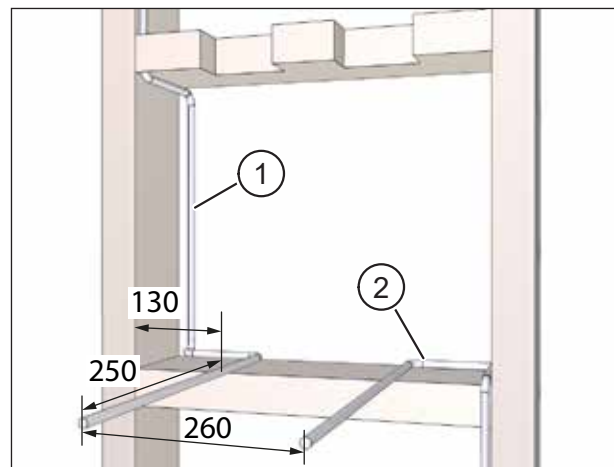

Abb. 46: Anschlusskabel verlegen, Maße in Millimeter
- ▶ Verlegen Sie das Netzkabel (Pos. 1 in Abb. 46) und ggf. das Steuerkabel (Pos. 2 in Abb. 46) mit einem Kabelüberstand von ca. 250 mm.